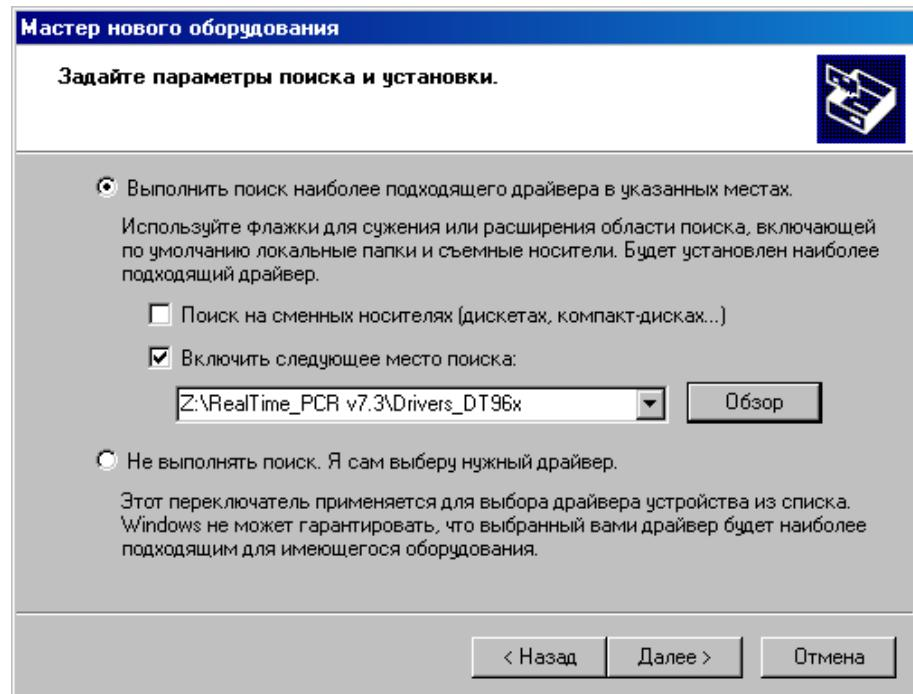

Рис.7 Поиск папки Drivers_DT96x на компакт-диске
- В окне задания параметров поиска и установки (Рис.7) укажите путь к папке с драйвером для чего поставьте галочку в окошке **Включить следующее место поиска** и нажмите кнопку **Обзор**.
- Убедившись, что путь к папке с драйвером в окне (Рис.7) указан правильно, нажмите кнопку **Далее >**.